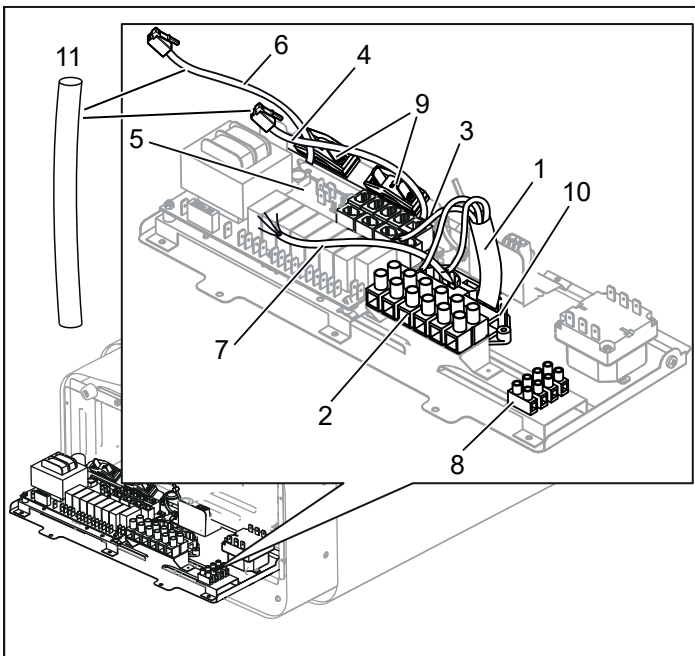
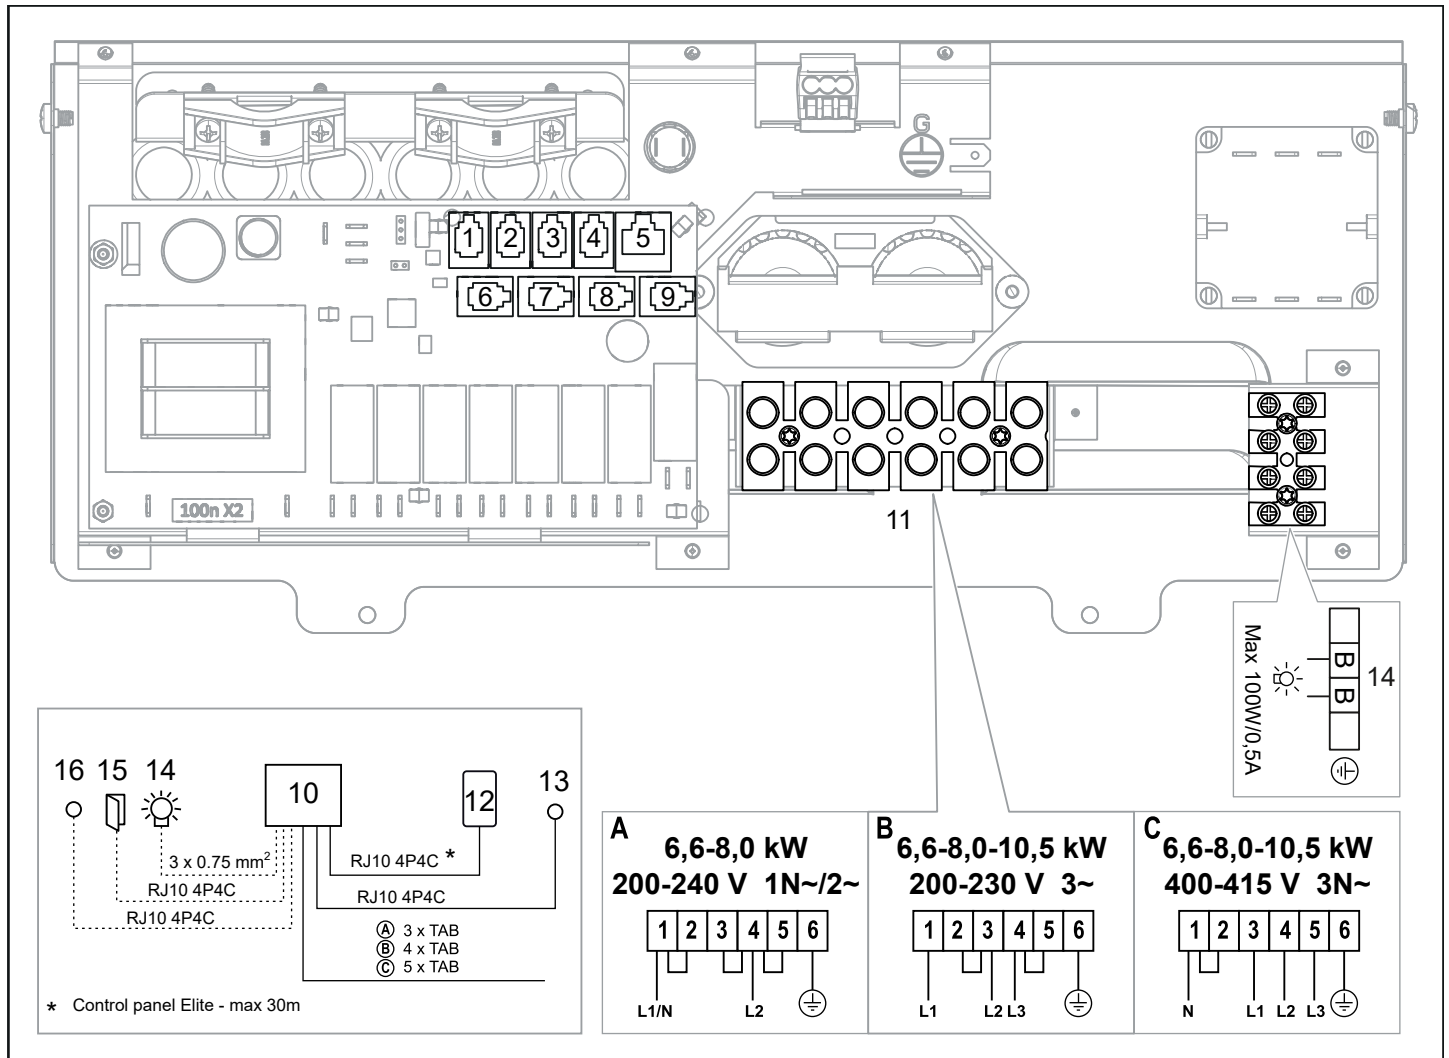

Рисунок 9: Монтажная плата
Рисунок 17: Схема соединений
- Проведите кабель для панели управления и датчика температуры через проходные кабельные втулки (3). Подключите кабель панели управления (4) к одному из четырех контактов RS485 (позиции 6-9) (см. Рисунок 9) согласно схеме соединений (см. раздел Подключение/схема соединений).
- Подключите кабель датчика (6) к контакту NTC на монтажной плате (позиция 1) (5) (см. раздел Подключение/схема соединений) согласно схеме соединений (см. раздел Подключение/схема соединений, страница 39).
- Подключите кабель освещения (если таковой имеется) (7), см. Рисунок 9, к клемме (8) согласно схеме соединений, Рисунок 17.